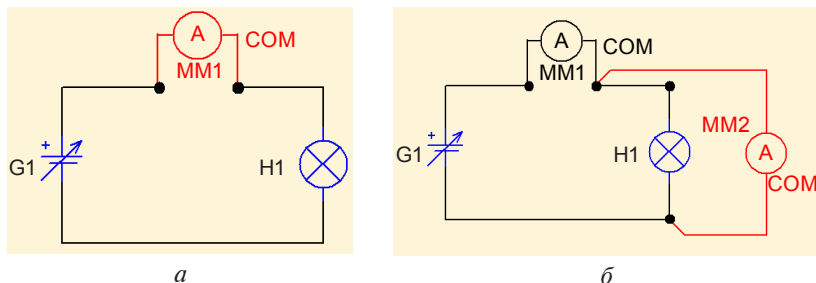

Рис. 2. Подключение мультиметров 1 и 2 для измерения соответственно силы тока и напряжения
5. Выбрать главу 1 «Характеристика лампы накаливания». Выполнить упражнение 1 «Измерение косвенным методом сопротивления холодной лампы накаливания». Подключить мультиметр 1 в разрыв цепи для измерения силы тока (рис. 2, а).
6. Подключить мультиметр 2 параллельно лампе для измерения величины напряжения (рис. 2, б).